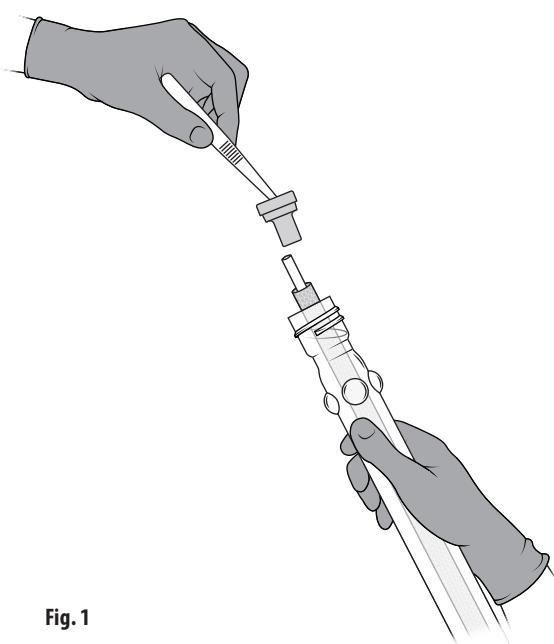

Fig. 1
3. Scoateți capacul și eliminați-l. Scoateți dopul cu pensa și eliminați-l. Pensa trebuie de asemenea eliminată, deoarece acum este considerată nesterilă. Fig. 1.